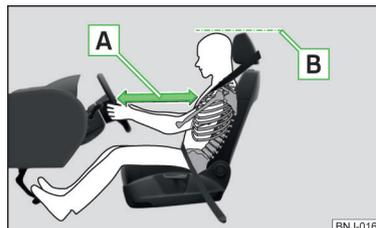

Abb. 1
- ✓ Das Lenkrad so einstellen, dass der Abstand **A** zwischen Lenkrad und Brustbein mindestens 25 cm beträgt » Abb. 1. Lenkrad einstellen » Seite 10, *Lenkradposition einstellen*.
- ✓ Die Kopfstütze so einstellen, dass die Oberkante der Kopfstütze sich möglichst auf einer Höhe mit dem oberen Teil Ihres Kopfes befindet¹⁾ **B** » Abb. 1.
» Abb. 1 auf Seite 9.
- ✓ Die Kopfstütze so einstellen, dass die Oberkante der Kopfstütze sich möglichst auf einer Höhe mit dem oberen Teil des Kopfes befindet **[B]** » **Abb. 1 auf Seite 9.**